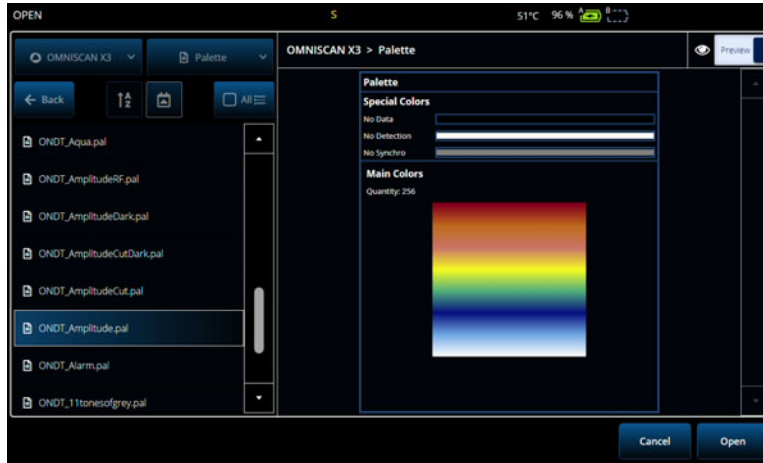

Figura 2-60 Seletor de paleta de cores
- ◆ Toque e segure a régua/escala da paleta de cores (mostrada no lado direito da Figura 2-57 na página 111) e depois selecione **Load** (carregar). Revise as paleta de cores disponíveis e toque em **Open** (abrir) para mudar a paleta (Figura 2-60 na página 115).